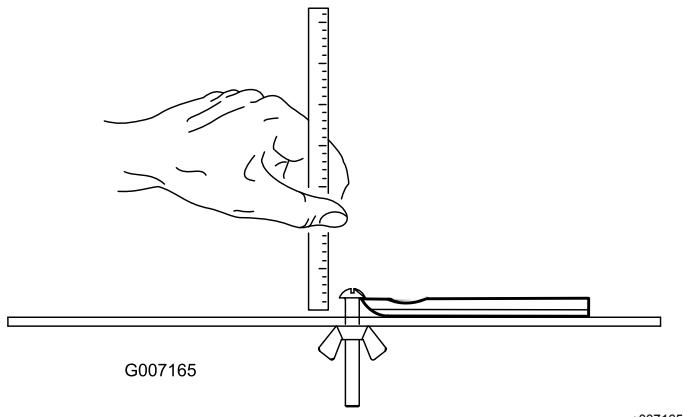

Figura 27
**Nota:** Tutte le misure relative al limite di assistenza della controlama vengono prese dall'estremità inferiore della controlama (Figura 27).